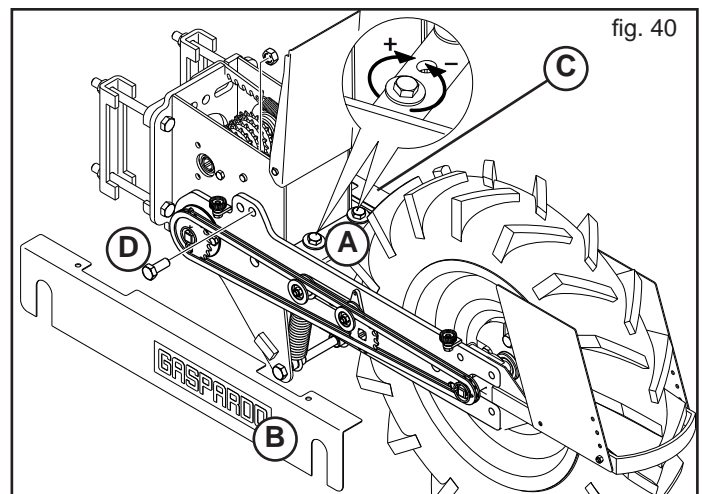

fig. 40
Utilizadas, principalmente, con anchuras de trabajo medio-grandes y con lechos de siembra irregulares permiten mantener constante la adherencia de las ruedas de transmisión sobre el suelo. Por medio de los tornillos (A, fig. 40) modificar la presión sobre la rueda en base a las características del terreno.
- 1) Desmontar el cárter (B e C, Fig. 40).
- 2) Sacar los tornillos de bloqueo (D).
- 3) Volver a montar el cárter (B e C, Fig. 40).
- 4) Regular la tensión del doble muelle por medio de los tornillos (A, Fig. 40) en base a las condiciones del terreno.